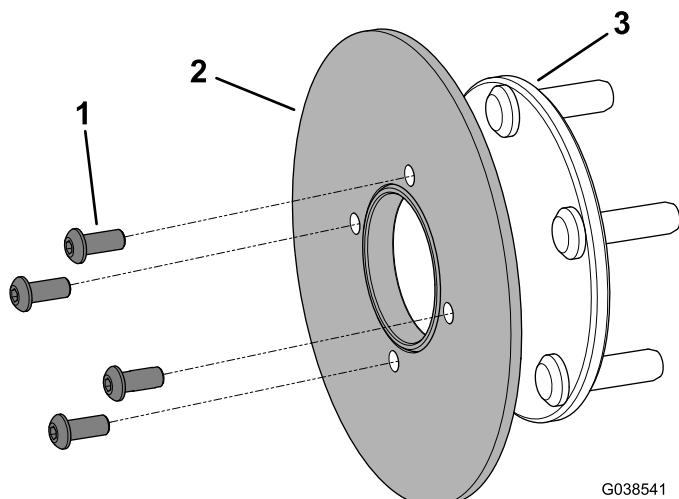

Figura 7
7. Retire los 4 pernos allen (5/16" x 3/4"), y retire el disco del cubo (Figura 7).
- Monte el disco en el cubo usando 4 pernos allen (5/16" x $\frac{3}{4}$ ''), según se muestra en Figura 7.